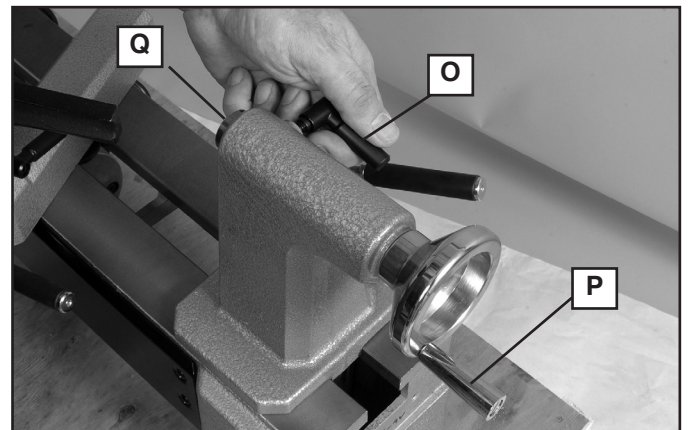
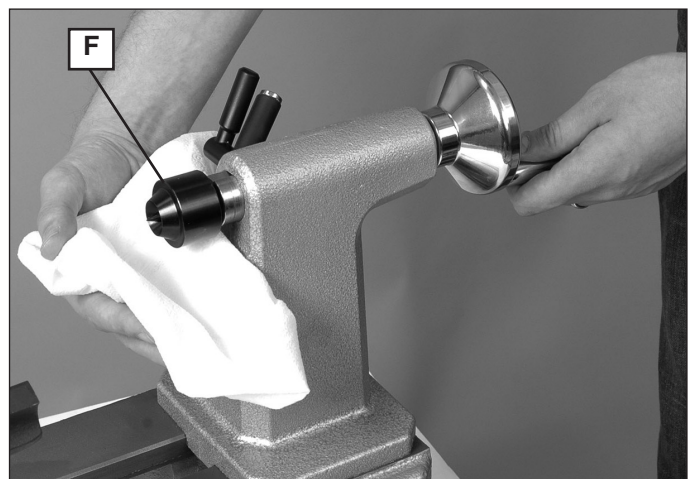

Fig. 8
Fig. 9
Afloje el tornillo de bloqueo del eje hueco del cabezal móvil (O) Fig. 8. Gire la manivela (P) del cabezal móvil tres vueltas completas en sentido de las agujas del reloj para mover hacia adelante el eje hueco (Q). Luego, coloque el centro giratorio (F) Fig. 9 en el eje hueco de manera que quede firme. El tornillo de bloqueo del eje hueco del cabezal móvil (O) Fig. 8 se ajustará luego de que monte la pieza de trabajo.
Para expulsar el centro giratorio (F) Fig. 9, gire la manivela (P) Fig. 8 del cabezal móvil en sentido contrario a las agujas del reloj para retraer el eje hueco. A medida que el eje hueco se retrae, el centro giratorio hace contacto con una clavija interna de expulsión. Cuando esto ocurra, sentirá que se le hace más difícil girar la manivela. Si sigue dando vueltas luego de pasar este punto, el centro giratorio se aflojará para que pueda quitarlo con facilidad.